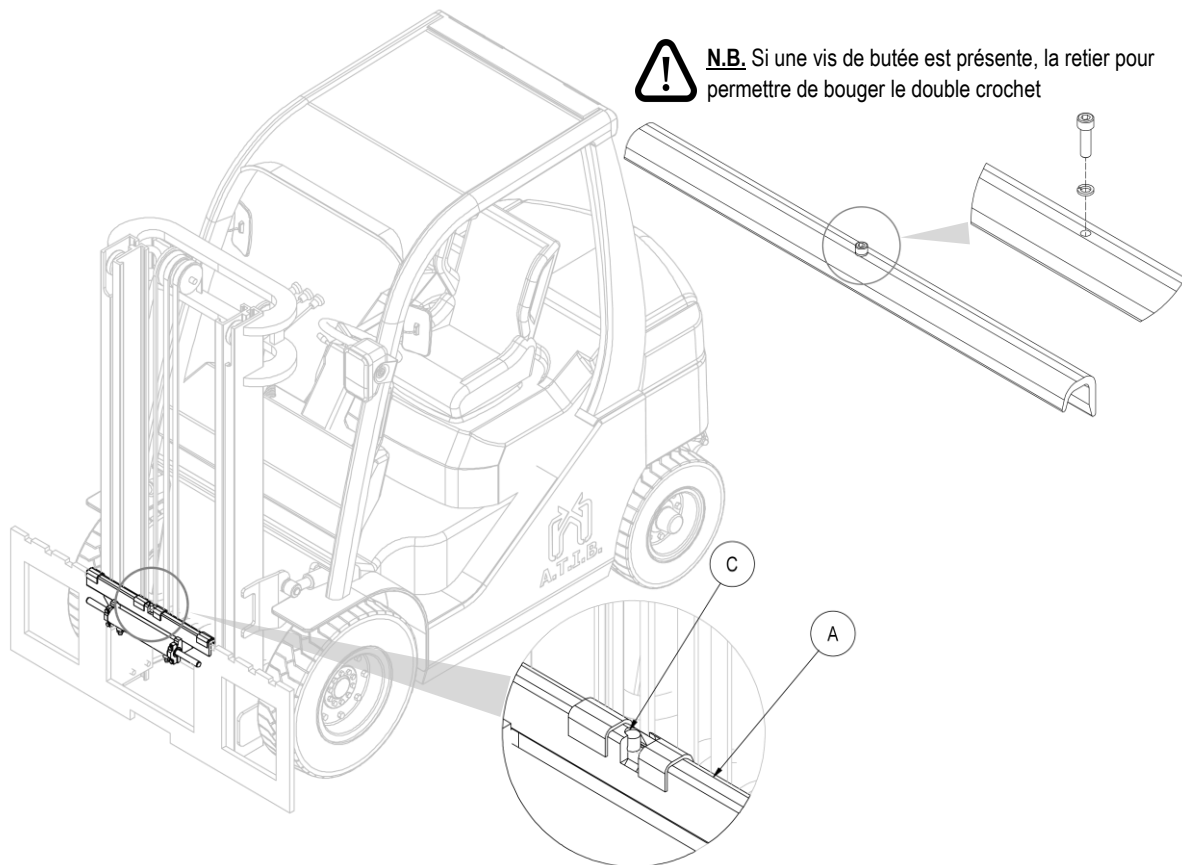

Figure 6
4. Prendre le double crochet **A** (avec les bagues de glissement et le vérin de translation correspondant), et le positionner sur le profil supérieur du tablier porte-fourches, en veillant à emboîter le goujon de centrage **C** dans l'encoche centrale de celui-ci (voir *Figure 6*).